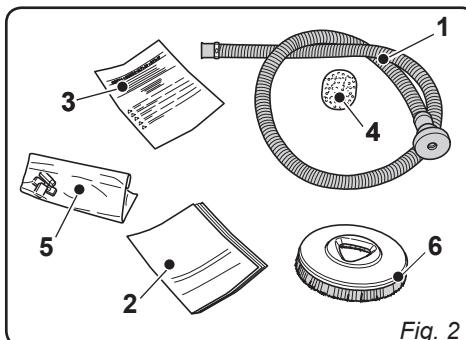

Fig. 2
- Retire a bolsa (1) que contém os equipamentos e acessórios em dotação e a caixa (2) que contêm a escova.
2.1.a - Acessórios em dotação (Fig. 2)